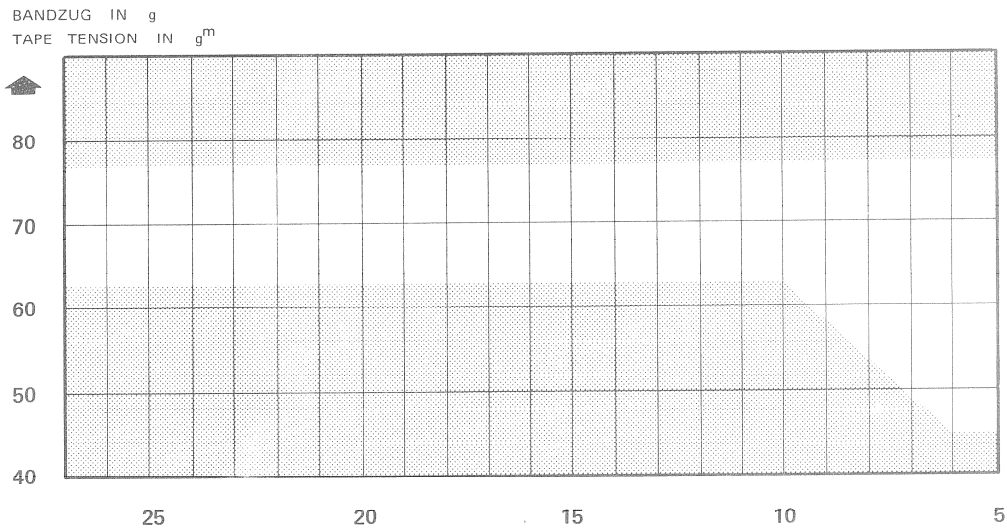

Bild 23
4. Punkte 2 + 3 wiederholen, bis die Bandzug-Werte nach Bild 23 stimmen.